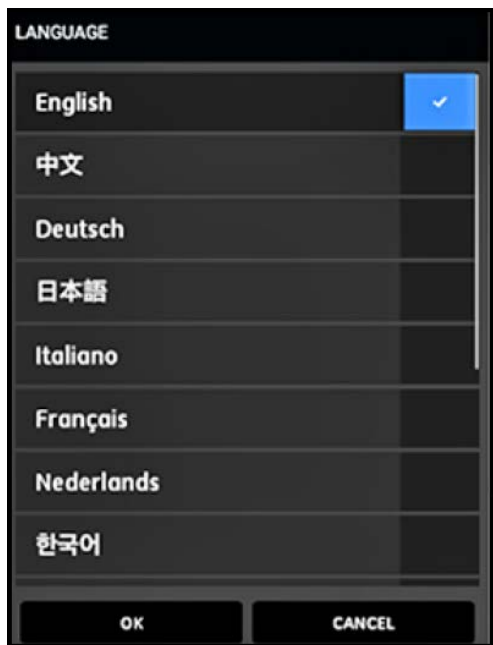

图 60: PT900 APP 语言选项
3. 在如下面 图 60 所示的屏幕上，为 APP 选择语言，并单击确定。